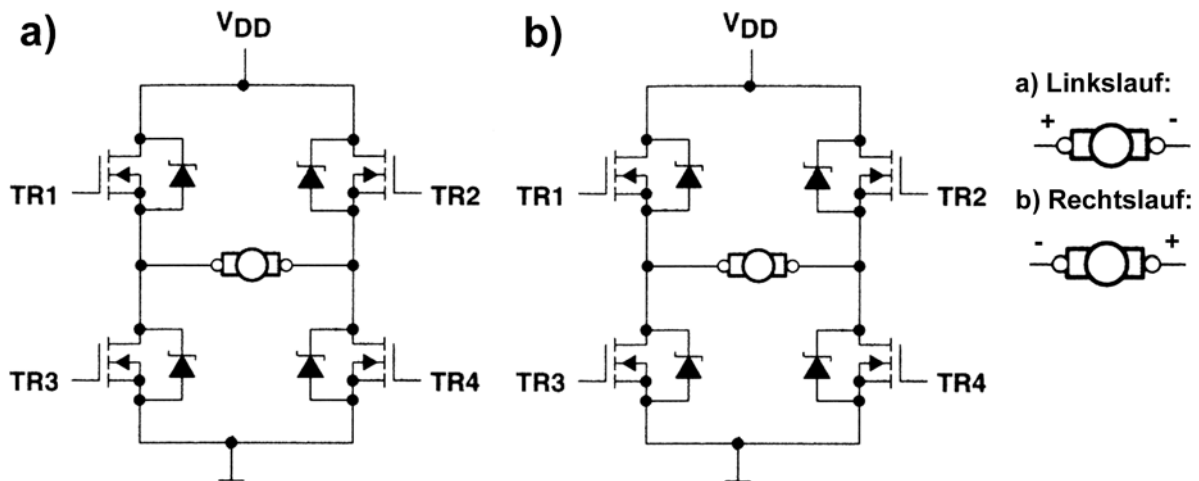

Abb. 3
5. Abb. 3 zeigt eine Brückenschaltung. Geben Sie an, welche Transistoren für welche Drehrichtung jeweils einzuschalten sind. Worauf ist beim Umschalten der Drehrichtung zu achten? (10 Punkte)